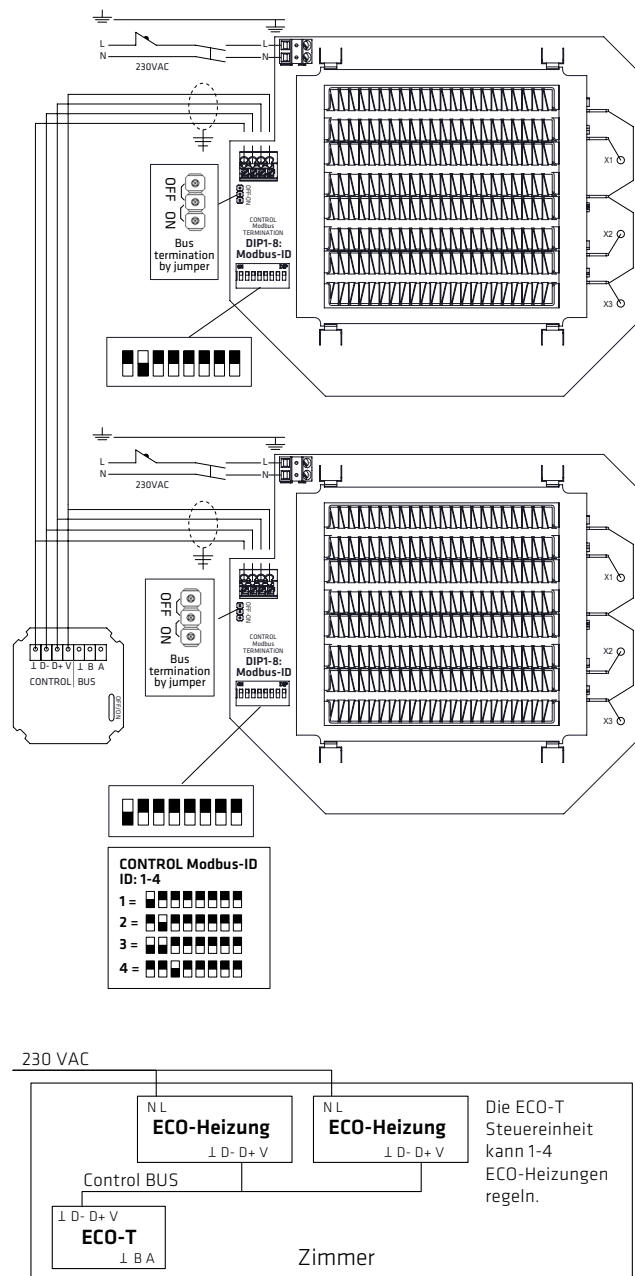

Abbildung 3.3
4. Überbrücken Sie den Abschlusswiderstand, indem Sie den Abschluss-Jumper im ersten und letzten Gerät des Busses auf ON stellen, siehe Abb. 3.3.